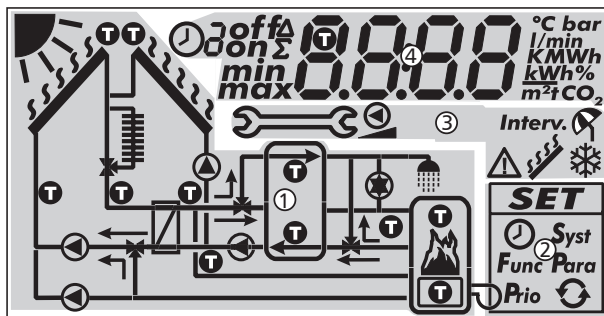

Fig. 7: Panoramica sulle aree del display (tutti gli elementi visibili)
La tabella seguente descrive i simboli nello schema del sistema (① nella fig. 7).
Il menu delle impostazioni (② nella fig. 7) contiene le seguenti voci:
La tabella seguente descrive i pittogrammi delle funzioni (③ nella fig. 7).
La visualizzazione dei dati di funzionamento e delle impostazioni (④ in fig. 7) è formato dai seguenti elementi:
①	<p>Simbolo per il comando a tempo delle funzioni. Il simbolo viene visualizzato se</p> <ul style="list-style-type: none"> • viene impostato un limite temporale o un comando a tempo, • viene visualizzato lo stato del limite temporale / comando a tempo, • il limite temporale blocca il comando in funzione della temperatura (simbolo lampeggiante).
②	<p>Numero della finestra temporale attualmente impostata/visualizzato nel menu delle impostazioni o in cui si trova l'ora attuale. Il comando a tempo di una funzione è composto da 1 o 3 finestre temporali impostabili. Esempio: finestra temporale 1: 06:00 – 08:00 finestra temporale 2: 11:00 – 12:30 finestra temporale 3: 17:00 – 19:00</p>
③	<p>Informazioni supplementari: on, off: stato di commutazione / condizioni di commutazione on, off max, min: valore massimo, valore minimo Σ: valore di funzionamento sommato dalla prima messa in funzione, non ripristinabile Δ: valore di funzionamento sommato dall'ultimo ripristino su 0</p>
④	<p>Il simbolo viene visualizzato se durante l'impostazione di una funzione viene selezionato un sensore di temperatura.</p>
⑤	<p>Visualizzazione di:</p> <ul style="list-style-type: none"> • valori di misurazione • valori di impostazione • codici errore • altre informazioni, per es. versione software
⑥	<p>Unità fisica del valore visualizzato in ⑤: °C, K, l/min, %, h, kWh, MWh, tCO₂</p>